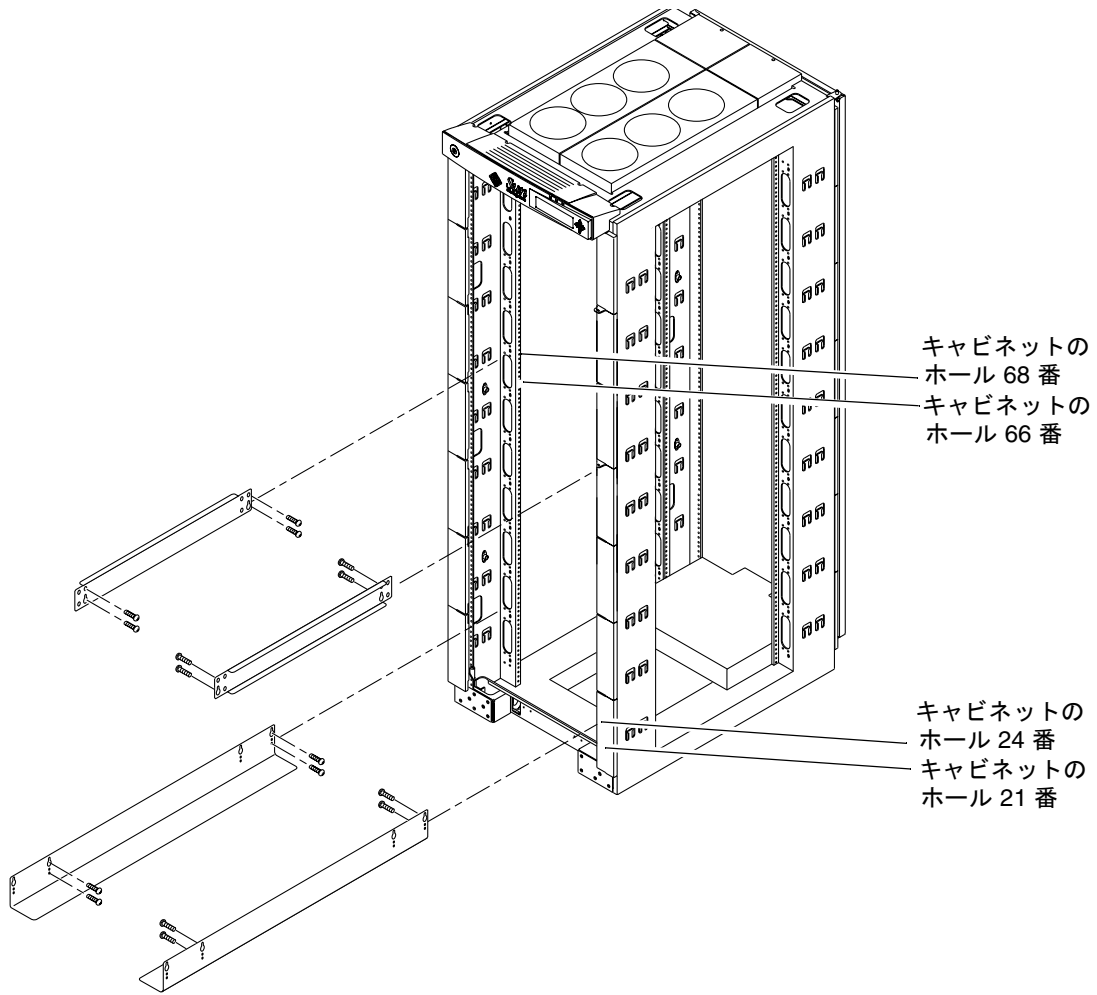

図 2-1 Sun Fire キャビネットへのレールの取り付け
1. 各レールに 4 つのねじ (ハンガーホールに 2 つ、ハンガーホールの上にあるスロットに 2 つ) を使用して、レールを Sun Fire キャビネットに取り付けます。キャビネットのホール番号は、図 2-1 を参照してください。